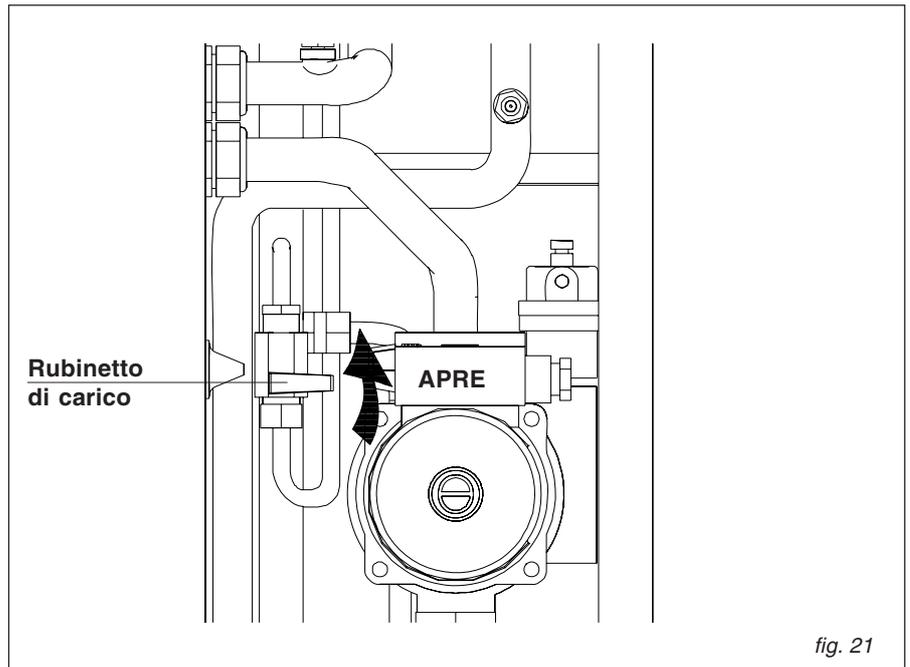

fig. 21
- aprire gradualmente l'apposito rubinetto di carico accertandosi che le eventuali valvole di sfogo aria automatiche, installate sull'impianto funzionino regolarmente (fig. 21).